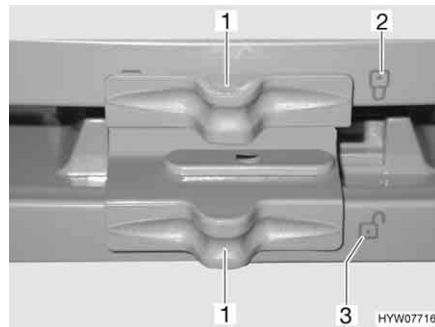

Bild 229 Lås till kylskåpsdörr/frysfacksdörr (Dometic 7-serie med separat frysack)
- Skjut låset (Bild 229, 1) åt sidan så att det öppna låset "☐" (Bild 229,3) blir synligt.
- Skjut låset (Bild 229,1) åt sidan så att det stängda låset "☒" (Bild 229,2) blir synligt.